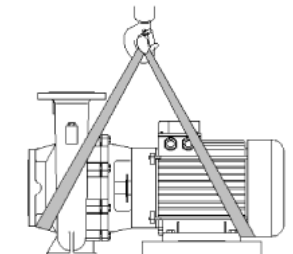

Fig. 2: Siurblio transportavimas
- Transportavimo ąsos prie variklio skirtos tik krovinio paėmimo priemonei pritvirtinti (žr. Fig. 2).